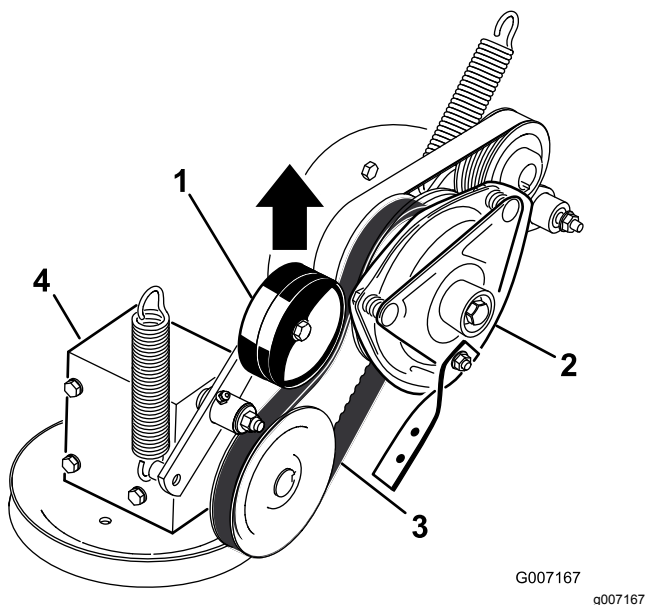

Figure 68
5. Tirez sur la poulie de tension rappelée par ressort de la courroie d'entraînement de PDF et retirez la courroie de la poulie d'embrayage (Figure 68).
17. Tirez sur la poulie de tension rappelée par ressort de la courroie d'entraînement de PDF et placez la courroie sur la poulie d'embrayage (Figure 68).